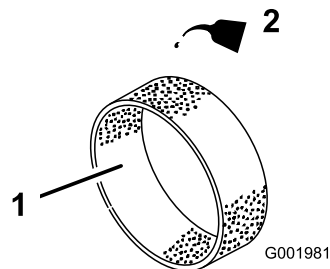

Figura 40
4. Ponga 30–59 ml de aceite en el elemento (Figura 40).